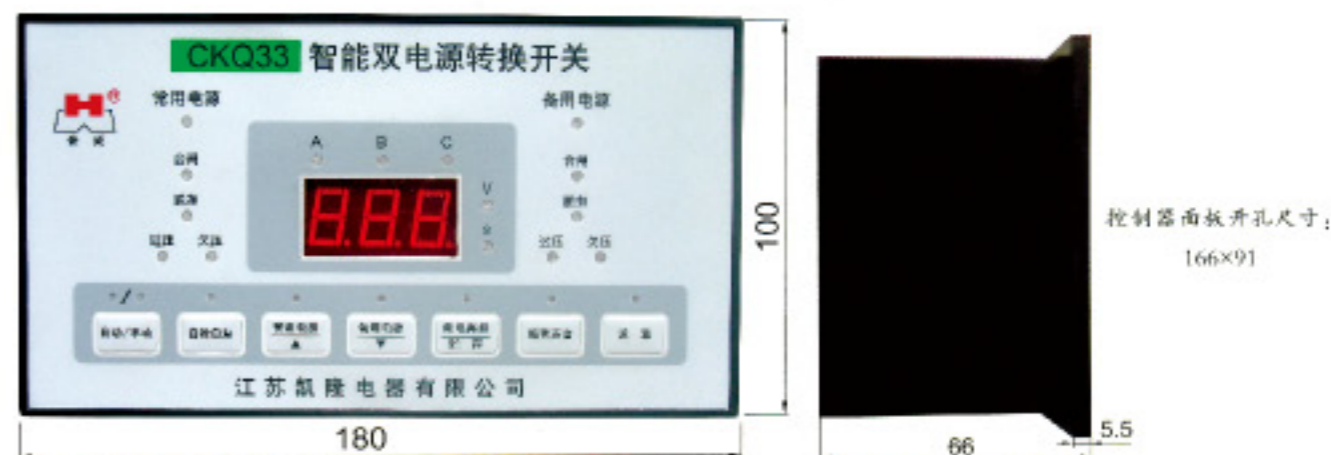

图5
- 用两个支撑件(随机附件)将控制器固定在箱或柜的面板上(开孔尺寸按图5)
7.1.2 分体式转换开关控制器的外形及面板开孔尺寸见图5